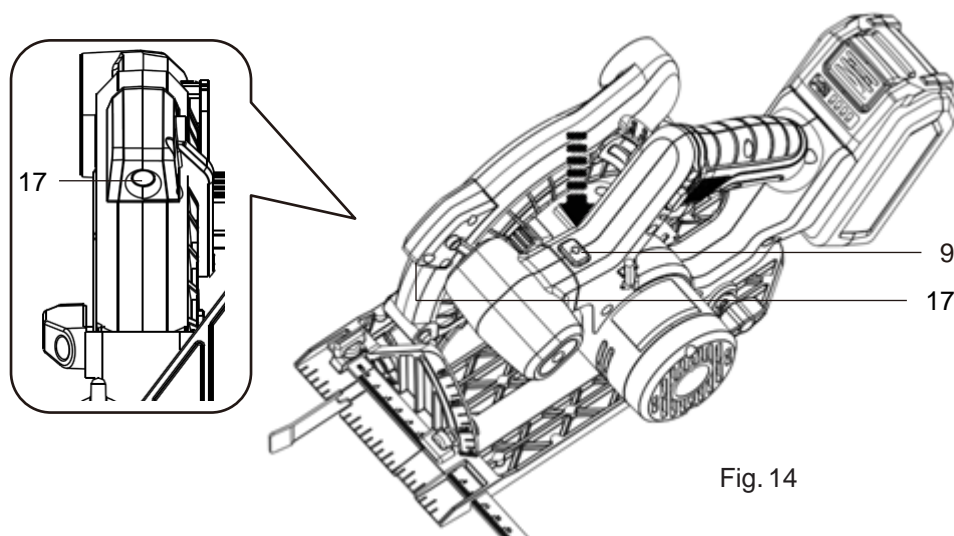

Fig. 14
1. Esta herramienta está equipada con una luz de trabajo LED (17) que permite realizar mejores cortes y de forma más fácil en situaciones de baja iluminación.
2. Para encender la luz de trabajo LED (17), presione el interruptor de encendido/apagado de la luz (9) (Fig. 14).
3. Para apagar la luz de trabajo LED (17), presione de nuevo el interruptor de encendido/apagado (9) (Fig. 14).